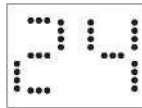

Abb. 1
- Vor der Änderung erscheint die Bildschirmanzeige im Kühlmodus wie in Abb. 1.